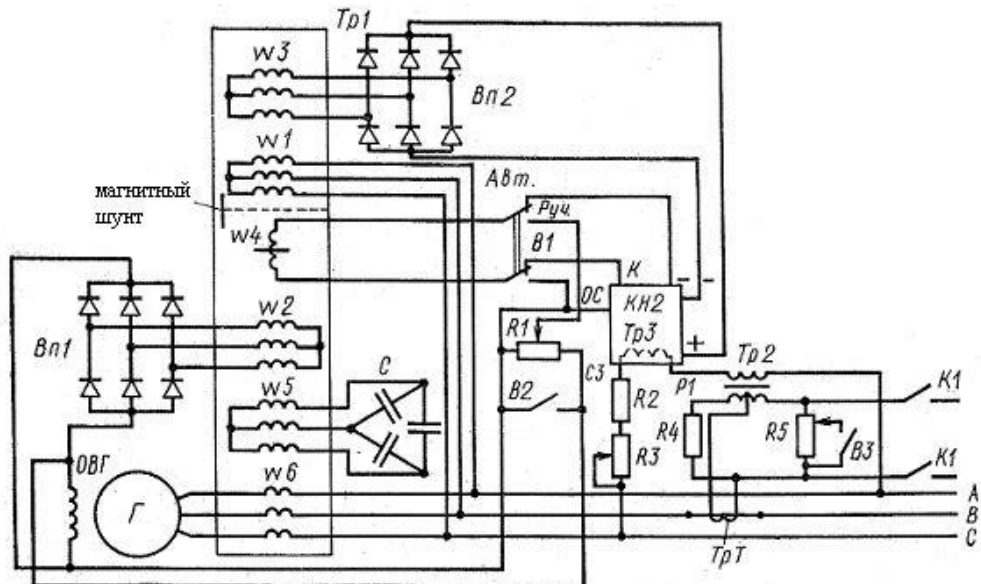

Рис. 1
1. Указать элементы и принцип работы судового генератора (рис.1), объяснить работу системы начального подмагничивания, системы АФК, автоматического регулирования напряжения, ручного регулирования, гашения поля